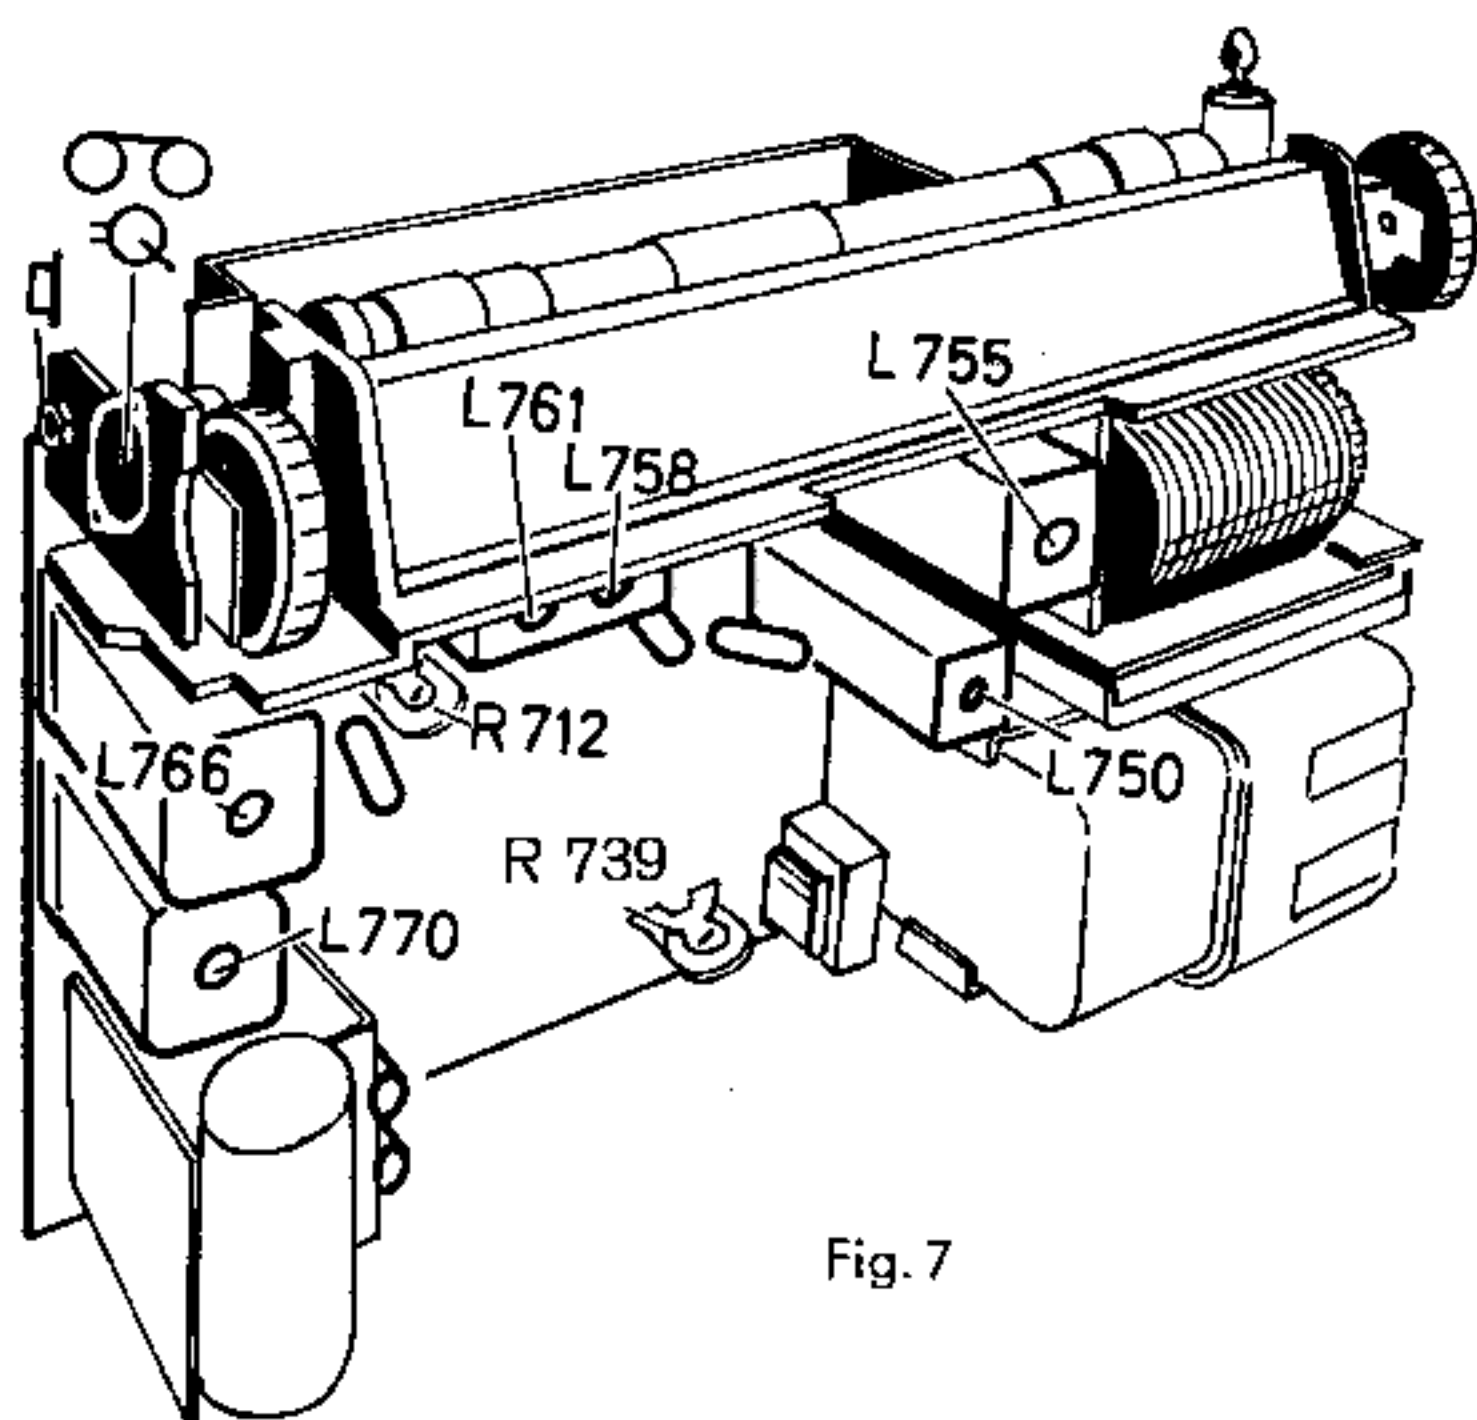

Fig. 7
3. Den Ruhestrom ca. 1 Minute nach dem Einschalten des Gerätes mit dem Einstellregler R 739 auf $5 \text{ mA} \pm 1 \text{ mA}$ bei einer Batteriespannung von 9 V einstellen, Fig. 7.
3. Approx. 1 minute after switching on set, set zero signal current via adjuster R 739 to $5 \text{ mA} \pm 1 \text{ mA}$ at a battery voltage of 9 V, see fig. 7.
** Ein AM-Signal, 400 Hz, 30 % moduliert, soll eine Ratiospannung von 1,4 V erzeugen. Dann mit R 712 ein Spannungsminimum am Outputmeter einstellen, Fig. 7.
** An AM signal, 400 cs, 30 % modulated must produce a ratio voltage of 1.4 V. Adjust a voltage minimum at the outputmeter by means of R 712, see fig. 7.